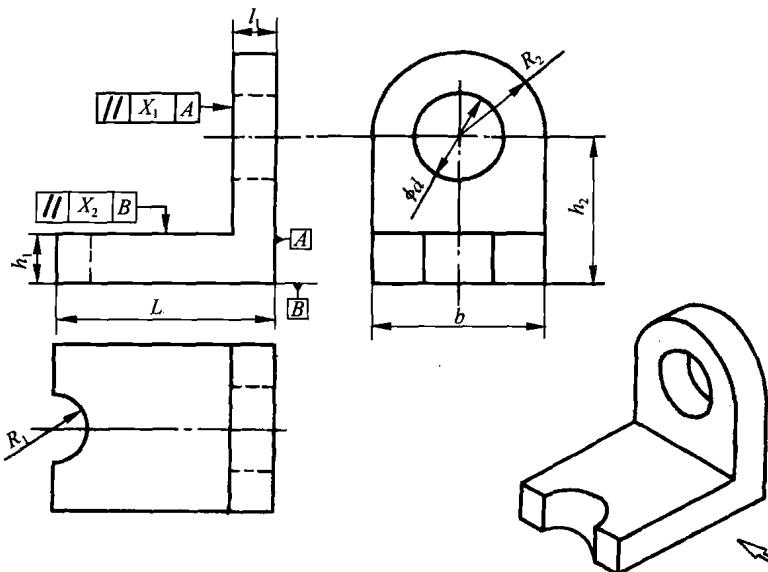

图 1-5 弯板
- (1) 如表 1-2 所示, 用钢直尺测量工件训练。
- (2) 如表 1-3 所示, 用游标卡尺测量工件训练。
- (3) 如表 1-4 所示, 用千分尺测量工件训练。
- (4) 测量训练作业: 用测量工具测量如图 1-5 所示工件。